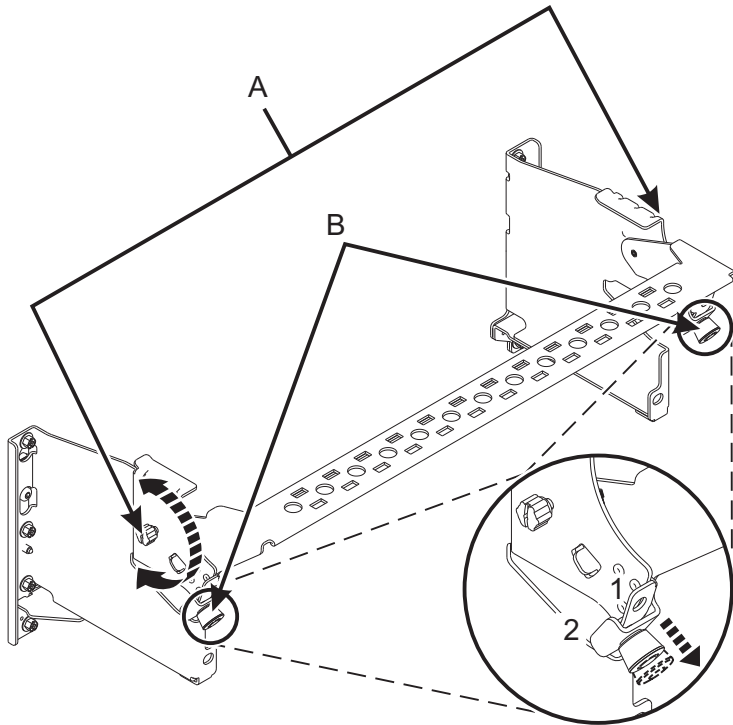

Figure 12. Placement du crochet de routage des câbles en position de fonctionnement
6. Placez le crochet de routage des câbles en position de maintenance. Voir figure 12, à la page 12.